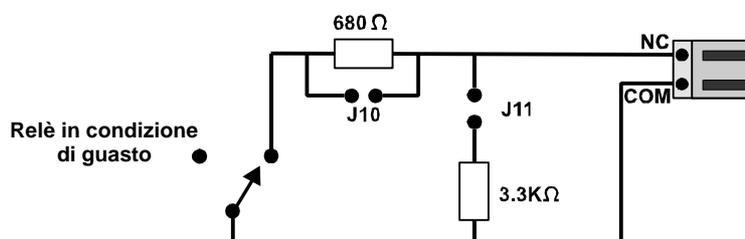

Figura 26: collegamento relè di guasto
6.3.4 Connessione relè di guasto (vedi Figura 26)
2. Collegare il relè di guasto come indicato in Figura 26.